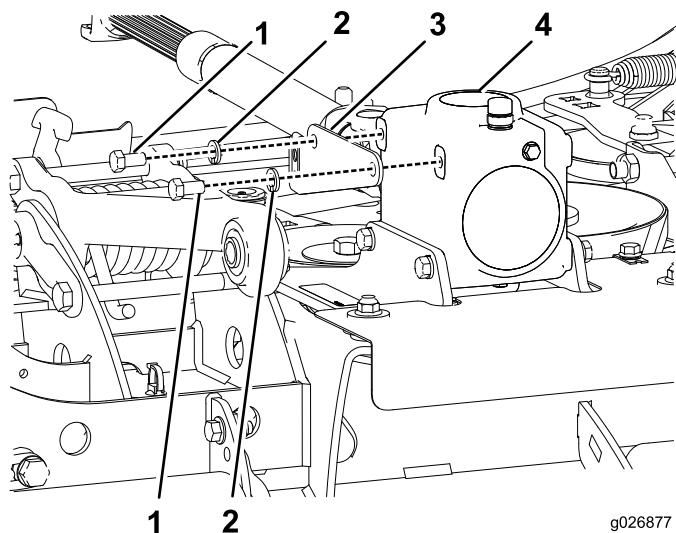

Figura 8
2. Montate la staffa orientabile sugli ingranaggi (Figura 8).